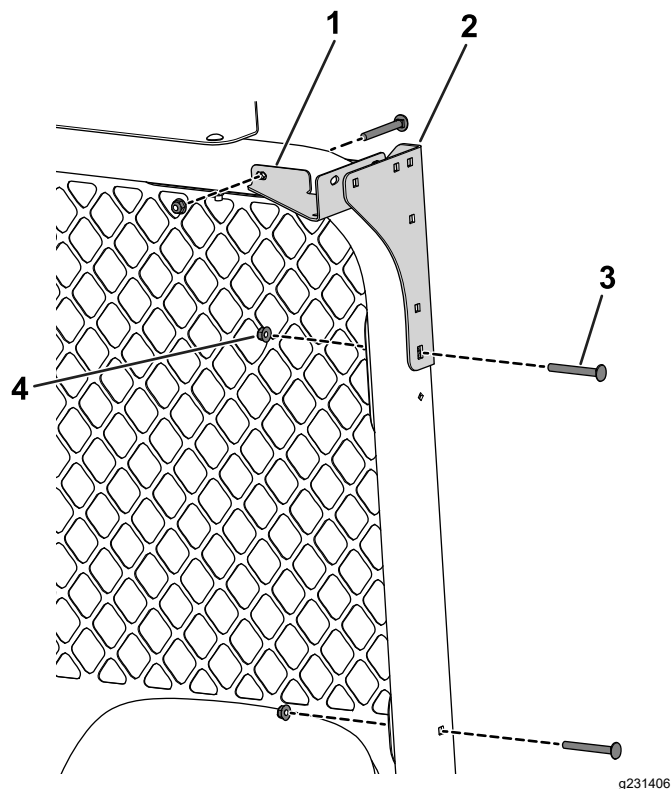

Figura 34
6. Utilizai 4 uruburi de fixare (5/16 x 2 3/4") și 4 piulițe (5/16") pentru a fixa consolele de montare posterioare și guseurile de col posterioare la bara antiruliu (Figura 34).
7. Instalezi 2 uruburi de fixare (5/16 x 2 3/4") i 2 piulie (5/16") pentru a fixa ecranul din spate la bara antirului (Figura 34)